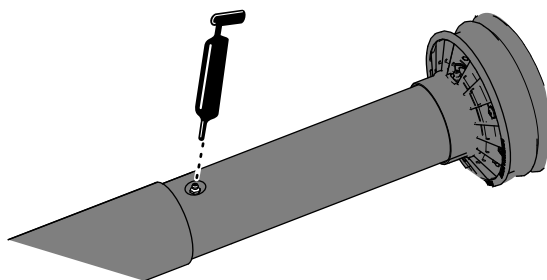

Figura 10
3. Estendete parzialmente l'albero di trasmissione della PDF per accedere al raccordo di ingrassaggio vicino alla parte centrale della protezione interna dell'albero di trasmissione (Figura 10).
4. Applicate grasso al raccordo di ingrassaggio per il giunto dell'albero di trasmissione telescopico, come illustrato nella Figura 10.